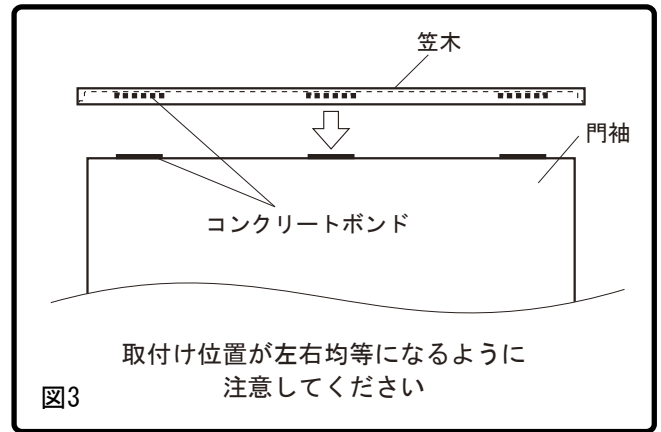

図3
- 3 笠木裏面3箇所のネット部分と、門袖本体の両方にコンクリートボンドを塗布し、接着します。(図3参照)
- 4 笠木裏面3箇所のネット部分と、門袖本体の両方にコンクリートボンドを塗布し、接着します。(図3参照)